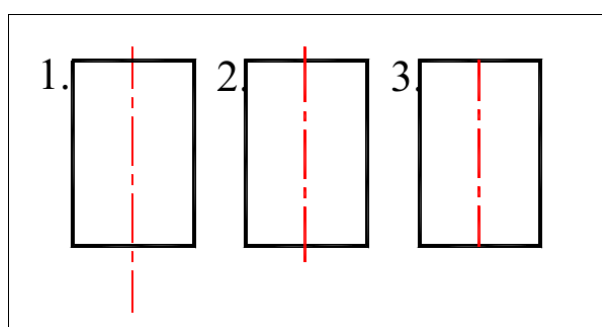

Рисунок 4
**Вопрос 15.** На каком из чертежей (1,2 или 3) правильно проведена осевая линия (рисунок 4)?